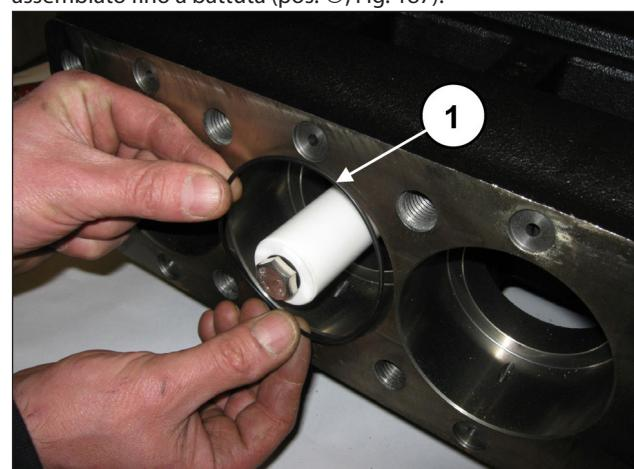
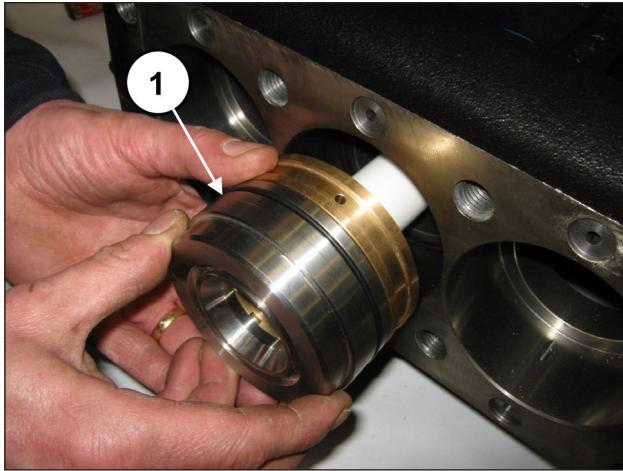

Fig. 186
Fig. 187
Inserire l'O-ring all'interno del carter pompa (pos. ①, Fig. 186) e successivamente il blocco camicia-supporto guarnizione (completo del medesimo O-ring) precedentemente assemblato fino a battuta (pos. ①, Fig. 187).